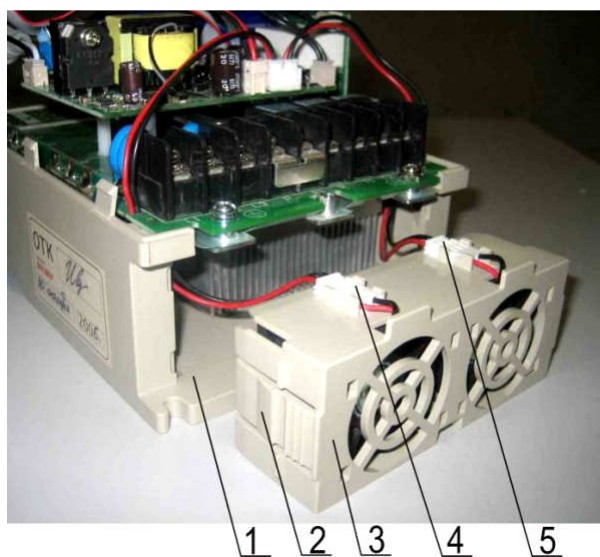

Рис. 6.7
6.5.2. Отсоединить разъемы (4) и (5) проводов питания вентиляторов от разъемов на панели вентиляторов (3) (рис. 6.7).